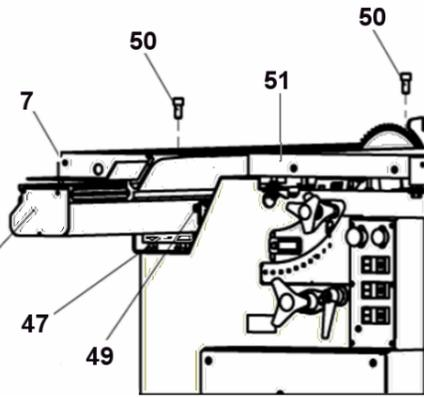
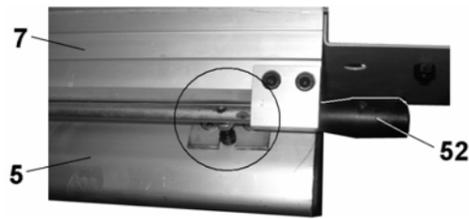

Рис.6
Рис.7
8.2.2. Перед установкой проверьте и при необходимости ручкой (52) зафиксируйте каретку (7) на основании каретки (5), Рис.7. Аккуратно установите основание каретки (5) на опоры (47), при выборе положения ориентируйтесь расположением отверстий для крепления на основании каретки (5) к опоре (47). Удерживая основание каретки (5), ручкой (52) снимите фиксацию каретки (7), и как показано на Рис.6 отведите каретку (7) чтобы освободить отверстие для крепления основания каретки (5) к опоре (47). Поочерёдно с двух сторон болтами (50) закрепите основание каретки (5) к опорам (47).